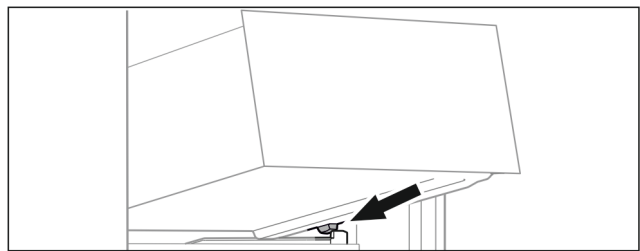

Fig. 64
- ▶ Placer le tiroir, en l'inclinant, derrière les butées sur la nervure de récipient. (voir Fig. 64)